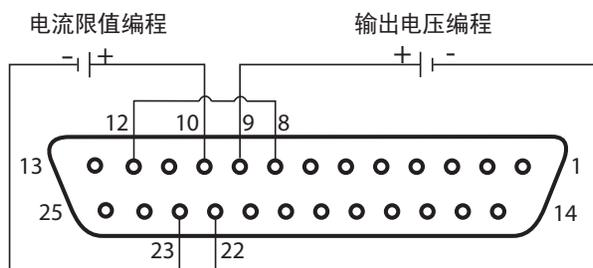

图 6-1: 远程电压编程连接图
6. 把编程电源与 J1 接头连接在一起, 如图 6-1 所示, 注意电压源的极性是否正确。